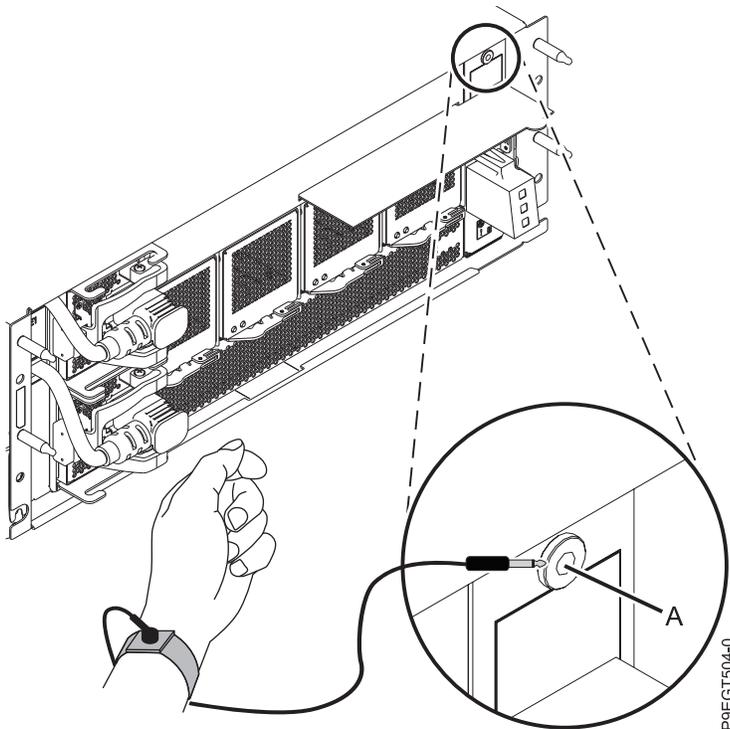

Figure 2. Fixation du bracelet antistatique à la prise de décharge électrostatique
4. Attachez le bracelet antistatique. Votre système est équipé d'une prise à décharge électrostatique. Branchez le bracelet antistatique sur la prise de décharge électrostatique située à l'avant du système. Voir figure 2.